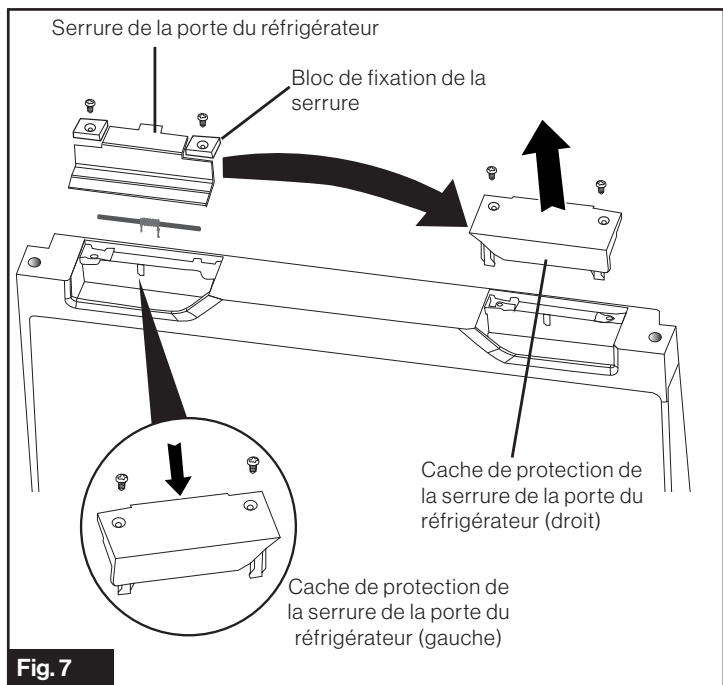

Fig. 7
- Retirez le cache de protection de la serrure de la porte du réfrigérateur (à droite) et conservez-le pour une utilisation ultérieure. Changez la serrure de la porte du réfrigérateur et les blocs de fixation de la serrure du côté opposé. Installez le cache de protection de la serrure de la porte du côté gauche du réfrigérateur, fourni comme accessoire de l'appareil, à l'endroit où se trouvait la serrure de porte. (Fig. 7)